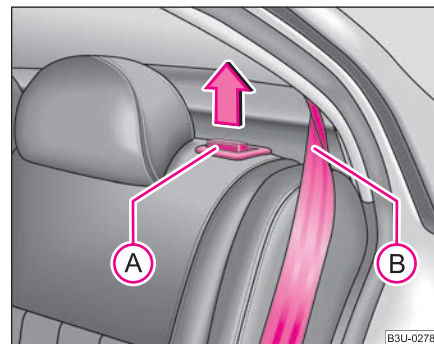

Fig. 71 Desbloquear el
- Tire del botón de desenclavamiento (A) ⇒ página 89, fig. 71 y abata el respaldo de asiento trasero completamente hacia delante.